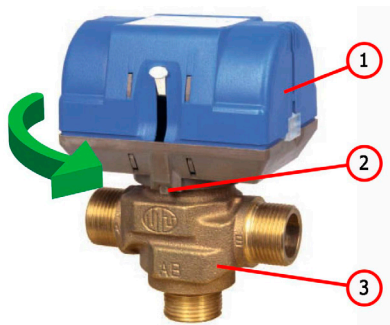

Рисунок 42. Общее устройство трёхходового клапана VMR 25:
- 1) Демонтировать привод клапана. Нажмите на кнопку под приводом см. поз. 2 рис. 42 и поверните привод клапана против часовой стрелки на 90°. Затем снимите его с клапана подняв вверх.